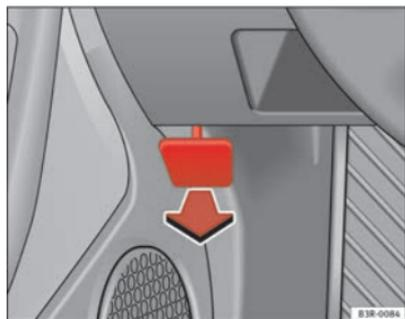

Abb. 176 Ausschnitt aus dem Fußraum auf der Fahrerseite: Entriegelungshebel für die Motorraumklappe
- Den Hebel unterhalb der Instrumententafel ⇒ Abb. 176 in Pfeilrichtung ziehen.